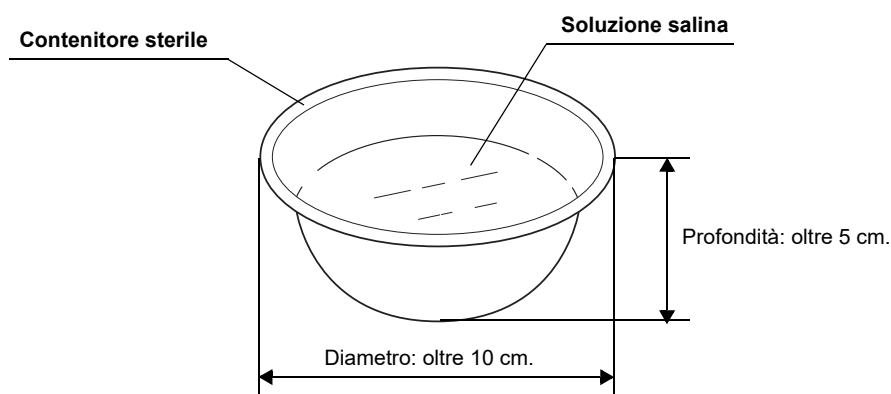

Figura 12
- 1 Preparare un contenitore sterile (ad es. una ciotola) delle dimensioni indicate nella Figura 12. Riempire il contenitore con soluzione salina.